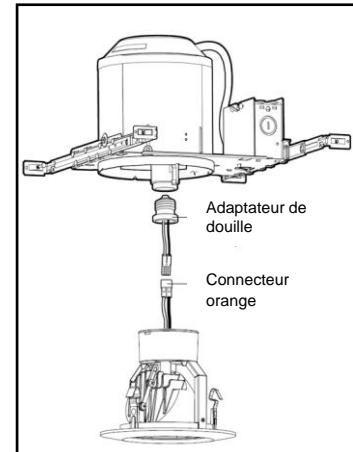

Figure 2
4. Tout en maintenant le module DEL, branchez le connecteur du module dans le connecteur compatible récemment installé dans le boîtier encastré. Poussez les fils et les connecteurs compatibles vers le haut dans le boîtier encastré. NE LAISSEZ PAS LE MODULE PENDRE SANS SUPPORT PAR LES CONNECTEURS ORANGES. (Voir figure 2)
1. Retirez la lampe et le réflecteur existants, laissant la douille pendre librement par les fils. (Figure 2)